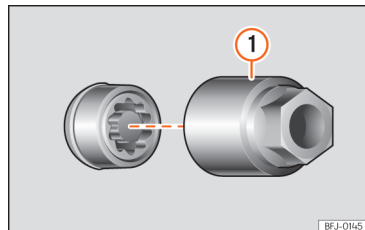

Fig. 241 Parafuso antirroubo com capa de proteção e adaptador.
- Encaixe o adaptador especial » » » Fig. 241 ① (ferramenta de bordo » » » Página 346) no parafuso antirroubo da roda até ao limite.